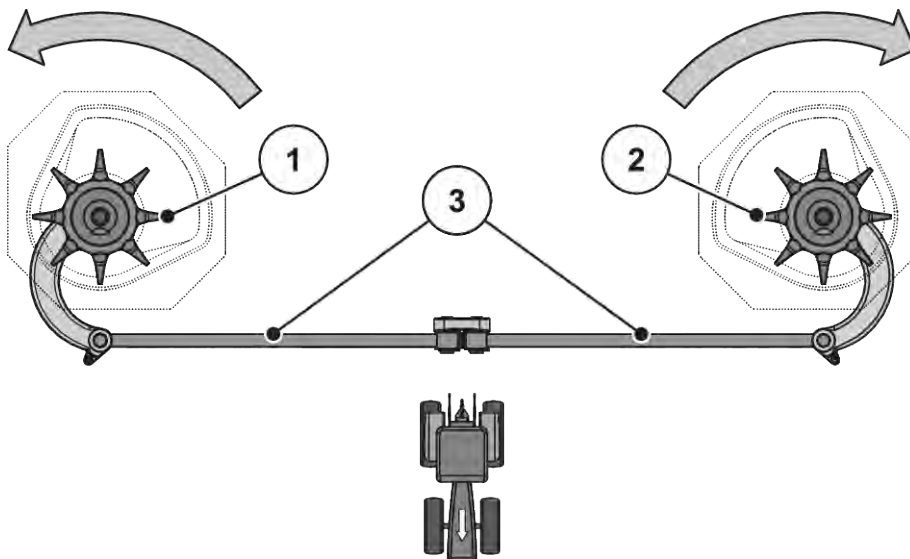

Рис. 61: Проверка привода мешалки
- Поверните рукой головку мешалки **в направлении вращения разбрасывающего диска**. См. Рис. 61 Проверка привода мешалки.
- Поверните головку мешалки с усилием рукой или с помощью ленточного ключа для масляного фильтра **против направления вращения разбрасывающего диска**. См. Рис. 61 Проверка привода мешалки